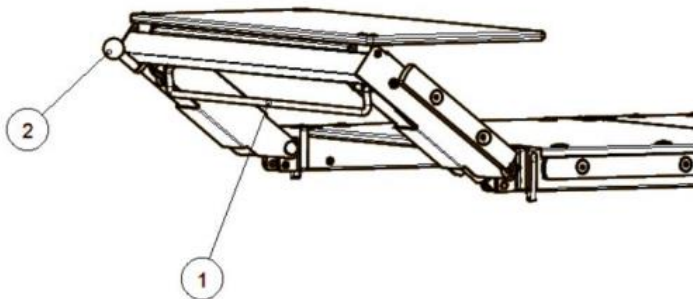

Рисунок 24: Настройка головной секции
Настройка головной секции осуществляется с помощью пневматических пружин. Настройте угол головной секции с помощью нажатия на регулировочную ручку (Рисунок (1)). Отпустите ручку, чтобы заблокировать головную секцию. При необходимости вы можете установить головную секцию параллельно поверхности стола (как показано ниже) путем нажатия на специальную головку (Рисунок 24 (2)). Отпустите головку, чтобы заблокировать головную секцию.